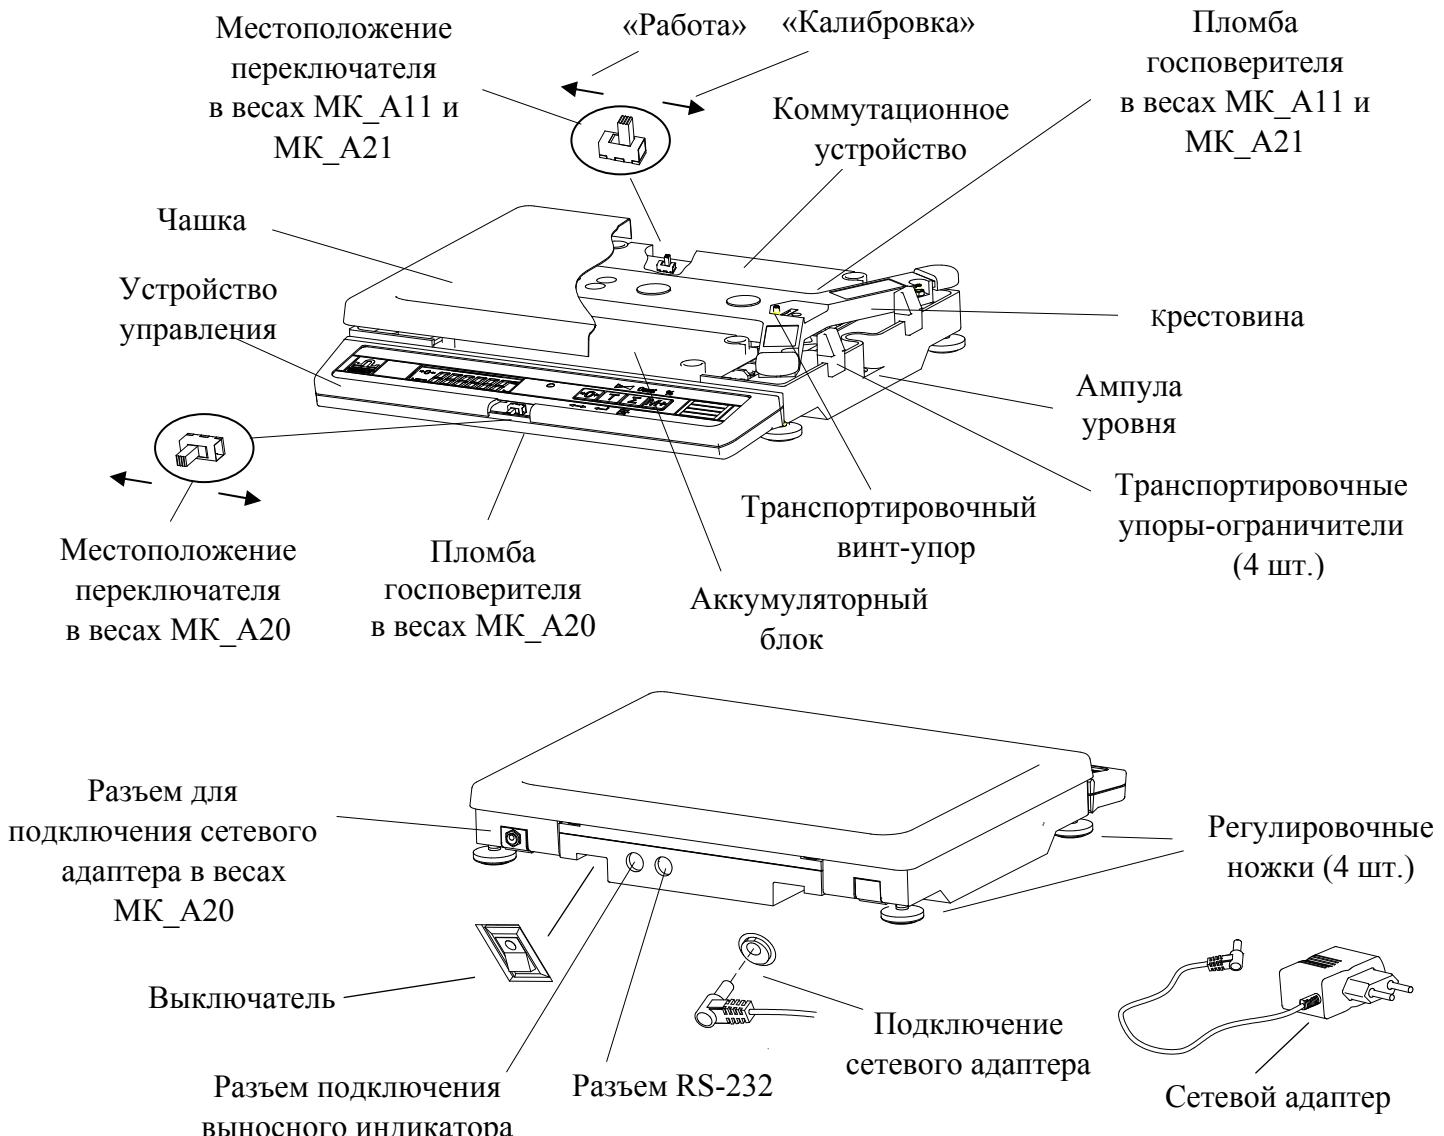
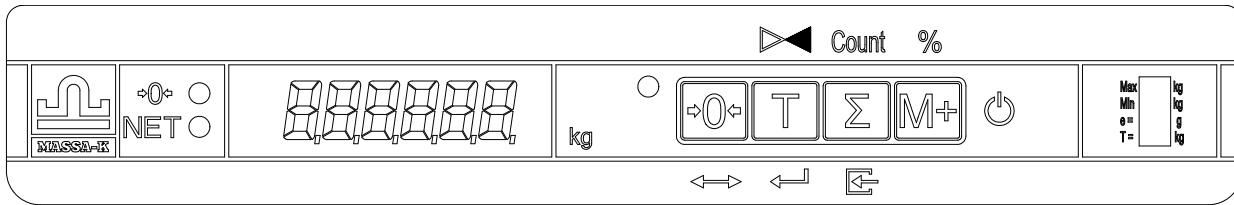

Рис. 5.1 - Весы MK_A
Рис. 5.2 - Лицевая панель весов
Конструкция весов представлена на Рис. 5.1. Расположение элементов индикации и кнопок клавиатуры приведено на Рис. 5.2.
6.2 Снять чашку с весов и убрать транспортировочные упоры - ограничители (Рис. 5.1).